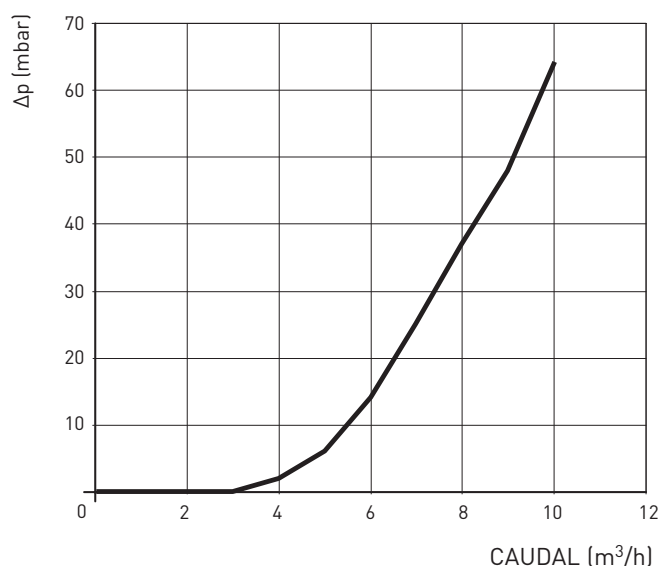

Fig. 3
1.5 PÉRDIDAS DE CARGA DEL COMPENSADOR HIDRÁULICO SUMINISTRADO BAJO PETICIÓN EN EL KIT CÓD. 8101556 (fig. 3)